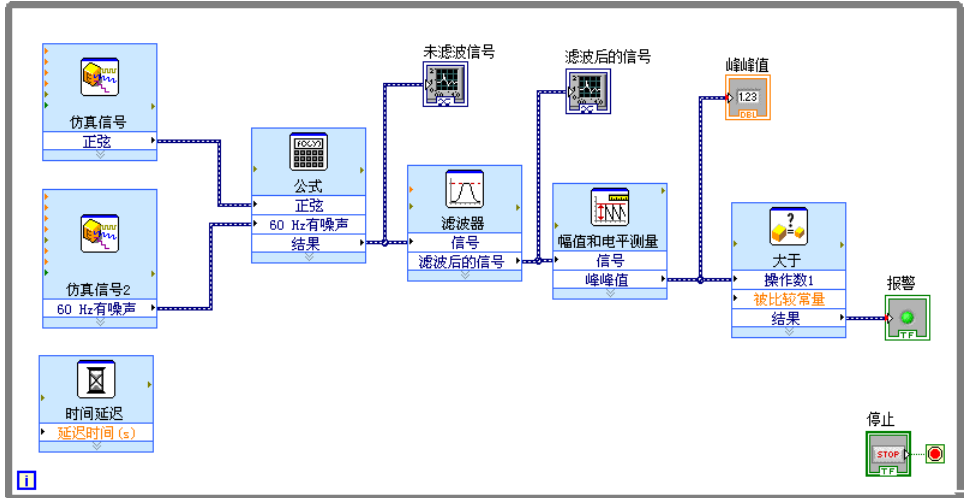

图 3-4 警告灯 VI 的程序框图
1. 在程序框图上，移动**报警**接线端至“大于”Express VI 的右侧。确保**报警**接线端位于 While 循环内部。如图 3-4 所示。
程序框图如图 3-4 所示。